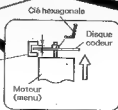
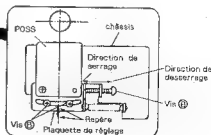
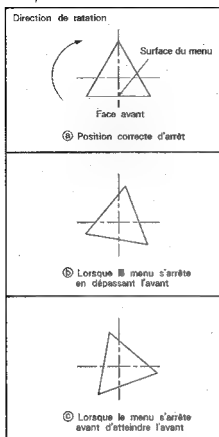

Fig. 7-2
Fig. 7-3
Fig. 7-4
- Desserrer la vis ④ maintenant le disque codeur en utilisant la clé hexagonale.
- Desserrer la vis ④ maintenant la plaquette de réglage.
- (1) Régler le jeu entre le disque codeur et la photointerrupteur du moteur (menu) à 1,5 mm. (Fig. 7-2)
- (2) Fixer la vis du disque codeur en la serrant à l'aide d'une clé hexagonale.
- (3) Tourner la vis ⑤ de manière à ce que le repère ciselé sur la plaquette de réglage soit alignée avec le châssis. Puis, serrer temporairement la vis ④.
- (4) Pousser la touche ROTATE MENU sur le panneau avant de l'appareil principal de manière à faire tourner le menu. Effectuer, ensuite, les réglages suivants en fonction des conditions. (Fig. 7-3)
- Lorsque le menu s'arrête en dépassant l'avant Desserrer la vis ④, puis serrer la vis ⑤ en la tournant dans le sens des aiguilles d'une montre.
- Lorsque le menu s'arrête avant d'atteindre l'avant Desserrer la vis ④, puis tourner la vis ⑤ dans le sens contraire des aiguilles d'une montre pour la desserrer.
- (5) Tourner le menu de nouveau, et serrer fermement la vis ④ lorsqu'il s'arrête en dirigeant ses surfaces vers l'avant. (Fig. 7-4 ③)
- (6) Finalement, tourner le menu et vérifier qu'il s'arrête en dirigeant toutes ses trois surfaces vers l'avant à chaque rotation de 120°.